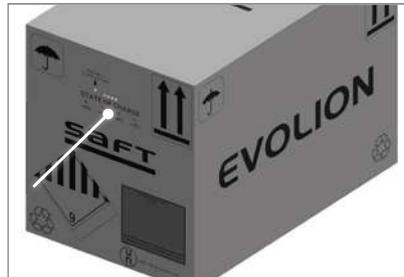
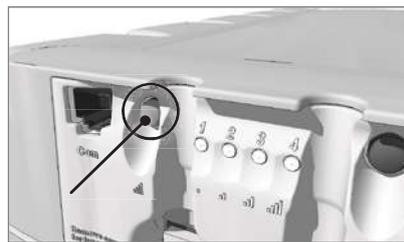

Figura 2: Acceso a la unidad
Figura 3: Comprobación del SOC (estado de carga)
Si tiene intención de almacenar la unidad durante un periodo largo, compruebe y anote el SOC (estado de carga) de acuerdo con la Figura 3 y la Tabla 2. Un orificio en el embalaje permite acceder a la unidad sin sacarla de la caja. Consulte la Figura 2.
**IMPORTANTE:** Si la unidad se deja encendida, podría descargarse en exceso en un breve periodo de tiempo y quedar inutilizable. Es obligatorio comprobar el SOC cada 6 meses mientras esté en almacenaje. Consulte la Figura 3 y la Tabla 2.